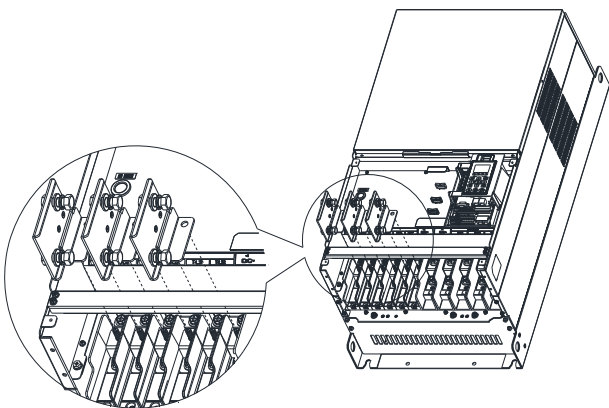

图 7-233
4. 装入 Copper Assy. 3 pcs. (如下图 7-233)